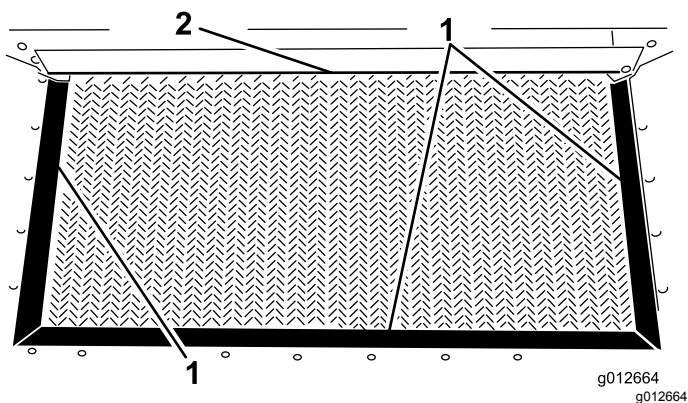

Рисунок 21
3. Проверьте уплотнения бункера и кромку затвора на наличие износа или истертых краев (Рисунок 21).